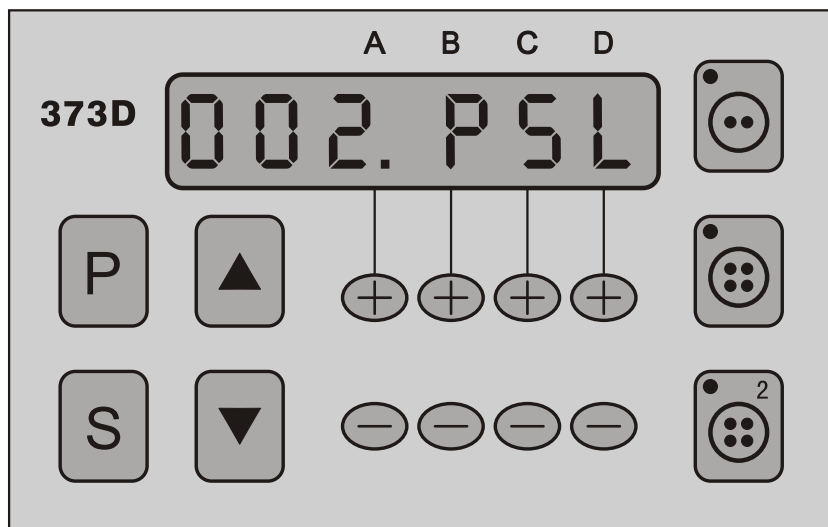

图 5-4：加速曲线调整%（用户参数 002.PSL）参数号选择界面
- 2) 参照步骤 4.1“如何进入用户参数 A 区”的方法，进入用户参数 A 区，用 或 键选择参数号到“002.PSL”，如图 5-4 所示。